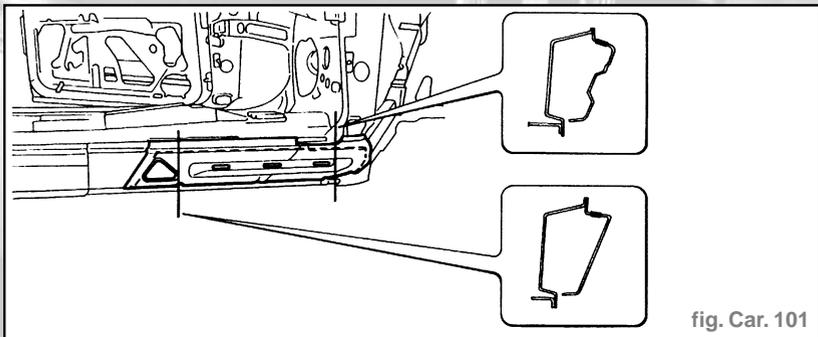

fig. Car. 101
- Nous indiquons les sections de la tôle aux endroits les plus significatifs afin de permettre à l'opérateur de régler la position et la profondeur de la découpe de façon à ne pas endommager les tôles situées en-dessous (fig. Car. 101).